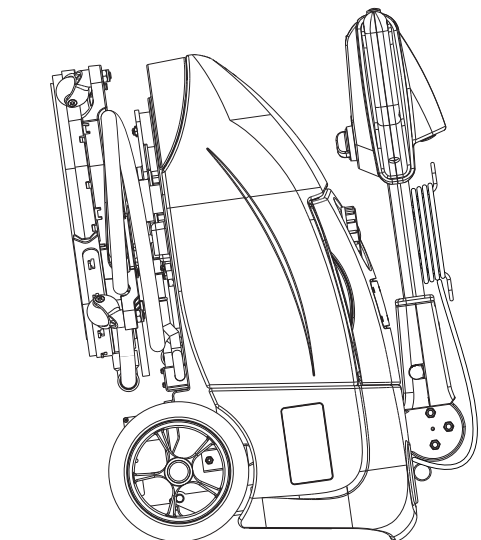

Figura 4
2. Abra a tampa (4) e desligue o conector da bateria (7).
4. Para uma melhor protecção da escova e das borrachas do limpador, rode o guiador (1) para frente e estacione a máquina como indicado na figura 4.